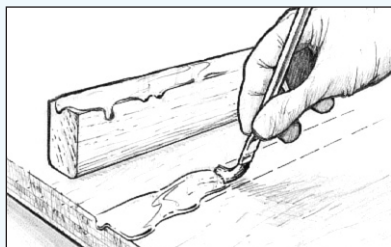

Figure 9 Appliquer le mélange résine/durcisseur sur les surfaces à encoller.
1. Appliquez une couche de mélange résine/durcisseur sur les surfaces à assembler (*Figure 9*). Cela est appelé « mouillage » ou « apprêtage » des surfaces à encoller. L'époxy est appliqué avec un pinceau jetable sur les petites surfaces et dans les endroits exigus. Imprégnez les grandes surfaces avec un rouleau en mousse ou en étalant le mélange résine/durcisseur uniformément avec une raclette en plastique. Vous pouvez passer immédiatement à la deuxième étape ou attendre un peu dans la limite où la couche posée est toujours poisseuse.